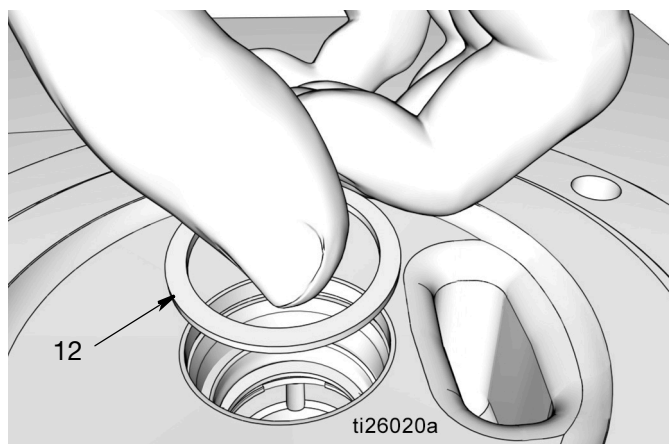

FIG. 33
- e. Mettre l'entretoise (12) (FIG. 33).